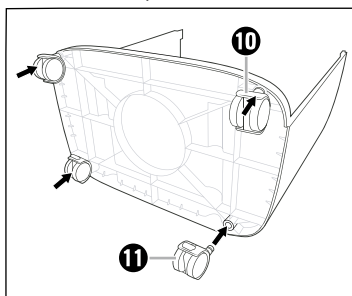

Fig. 1
- ◆ Montare le rotelle **10** sul lato anteriore e le rotelle con leve di blocco **11** sul lato posteriore della base dell'apparecchio **15**. Inserire le rotelle nei fori presenti nella base dell'apparecchio **15** premendole verso il basso finché non scattano in posizione in modo udibile (vedi Fig. 1).